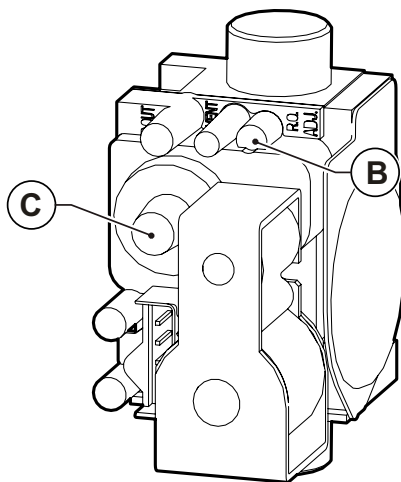

Fig. 36 Regulación valor anhídrido carbónico
- Regular el valor del anhídrido carbónico (CO₂) en los humos girando el regulador de relación **B** (ver Fig. 36 Regulación valor anhídrido carbónico) y asegurarse de que no supere los límites de la Tab. 1 Datos de calibrado B30 45 y de la Tab. 2 Datos de calibrado B30 60.
- Regular el valor del anhídrido carbónico (CO₂) en los humos girando el regulador de offset **C** (ver Fig. 36 Regulación valor anhídrido carbónico) y asegurarse de que no supere los límites de la Tab. 1 Datos de calibrado B30 45 y de la Tab. 2 Datos de calibrado B30 60.